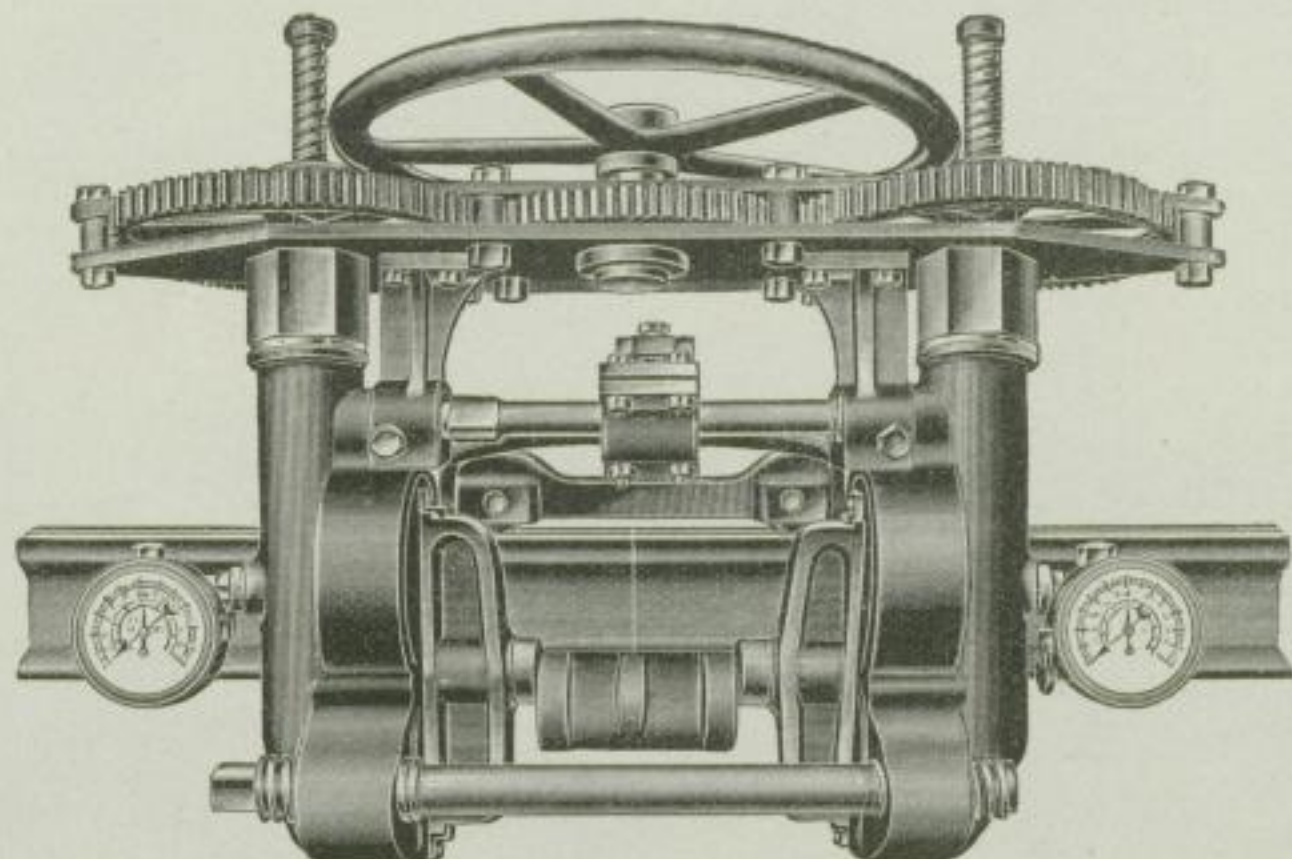

Fig. 10.
**Fig. 10. Patent-Keilstauchapparat.** Mit Hilfe dieses Apparates werden die Keile für Schienenstöße Patent Scheinig & Hofmann nach der Montage gestaucht, wodurch das lästige Warmmachen der Schienenschuhe vor der Montage wegfällt. Der ganze Apparat läuft auf zwei Kugeln und kann bequem von einem Stoß zum nächstfolgenden gerollt werden.